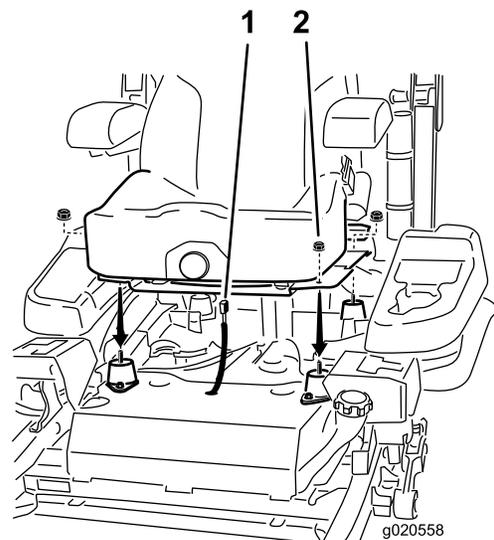

Figura 13
5. Enchufe el conector del arnés en el interruptor del asiento, situado debajo de la parte delantera del asiento (Figura 13).
10. Instale el asiento en el bastidor de la máquina con las tuercas que retiró anteriormente (Figura 13).